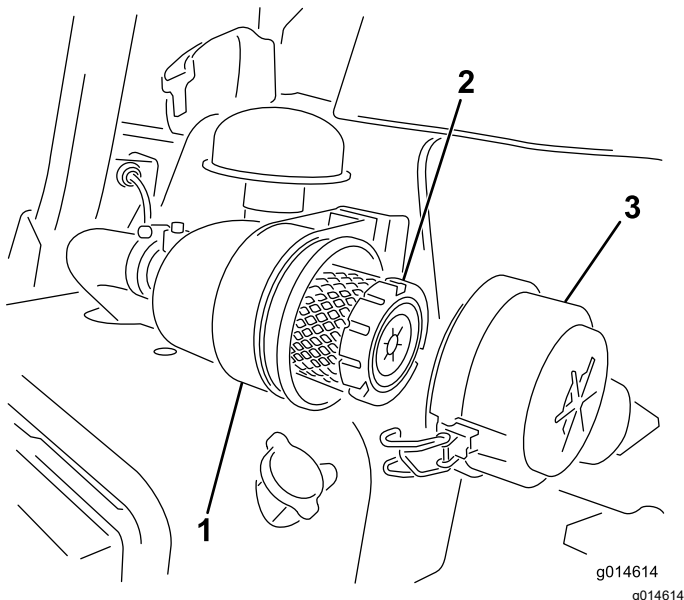

Figura 26
1. Eliberați elementele care fixează capacul filtrului de aer pe corpul acestuia (Figura 26).
7. Fixați elementele de fixare (Figura 26).